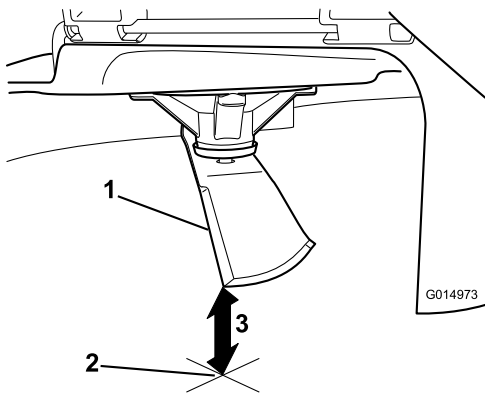

**Figura 48**
2. Llevando guantes fuertemente acolchados u otro tipo de protección apropiada para las manos, gire la cuchilla lentamente hasta una posición que permita medir la distancia entre el filo de corte y la superficie nivelada en la que descansa la máquina (Figura 48).